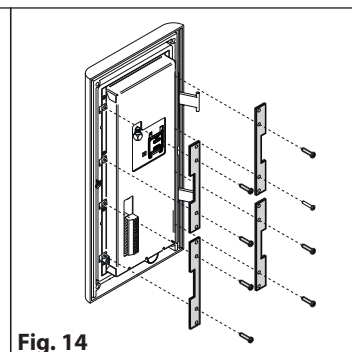

Fig. 14
- Montare le staffe di fissaggio del modulo utilizzando le viti di fissaggio come mostrato in **Fig. 14**.